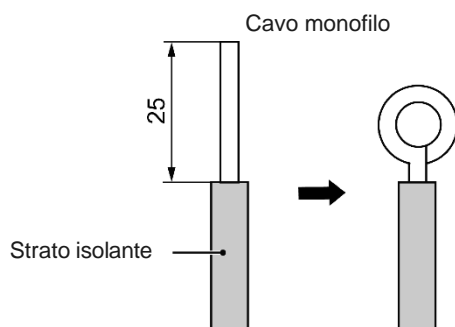

Fig. 5.1
- (1) Collegamento di cavo monofilo (illustrato nella Fig. 5.1)